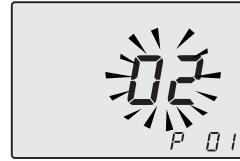
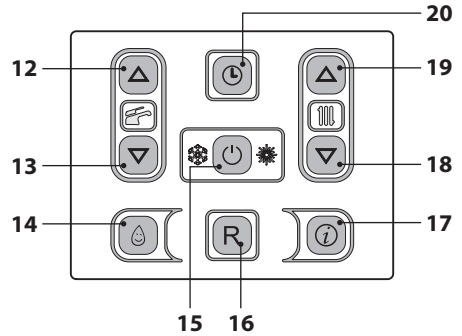

Figura 5.55
Figura 5.56
- Entrare in "modalità programmazione" premendo contemporaneamente per 10 secondi i tasti 15 - 18 - 19 (Figura 5.56) fino a far apparire sul display LCD le lettere **P01** e il valore del parametro, indicanti l'entrata nel "parametro 01" (Figura 5.55).
- Premendo il tasto 15 (Figura 5.56) si ottiene la conferma del valore inserito.